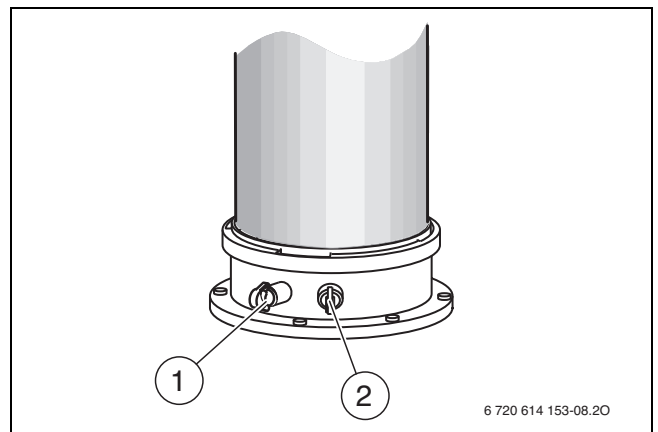

Bild 9 Abgasmessstutzen und Verbrennungsluft-Messstutzen
- ▶ Stopfen am Verbrennungsluft-Messstutzen (→ Bild 9, [2]) entfernen.
- ▶ Stopfen am Abgasmessstutzen (→ Bild 9, [1]) entfernen.